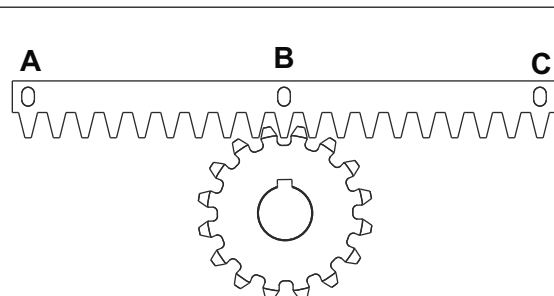
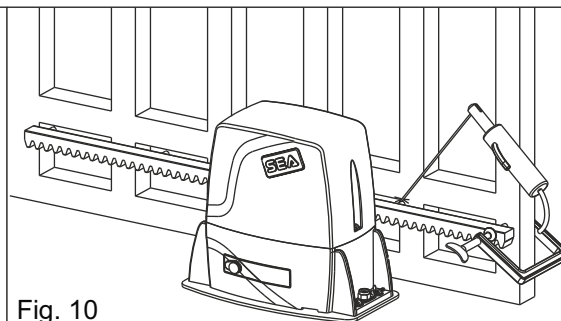

Fig. 9
Fig. 10
- 5.3.** Placer l'élément de crémaillère sur le pignon denté de l'opérateur de façon qu'il soit parallèle à le guide de coulissement au sol; le positionner comme sur la Fig. 9 et souder électriquement le cliquet central **B** à la structure du portail (Fig. 10). Déplacer manuellement le portail jusqu'à ce que le cliquet **C** soit correspondant au pignon, donc le souder électriquement. Effectuer la même opération pour le cliquet **A** après l'avoir mis en correspondance avec le pignon;